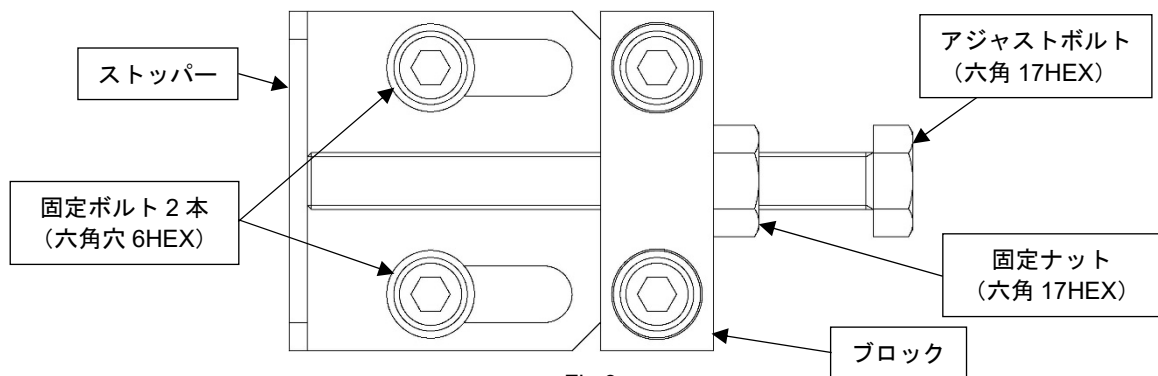

Fig.9
- 5) <ドラムストッパーの調整が未実施の場合>ドラムストッパーの固定ボルト及びアジャストボルト（スパナ17使用）を緩め、ストッパーをブロックに当たるまで引っ込めてください。なお、固定ボルト及びアジャストボルトは緩めたままにしてください。（Fig.9）